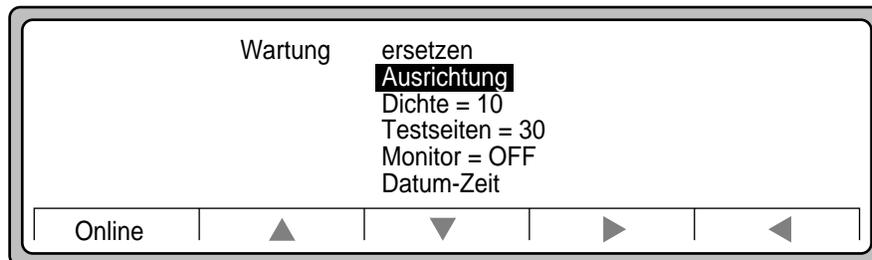

Abbildung 2-103 Untermenü Wartung
3. Verwenden Sie in dem Untermenü **Wartung** (siehe Abbildung 2-103) den **Abwärtspfeil**, um die Option **Ausrichtung** hervorzuheben, und drücken Sie den **Rechtspfeil**.